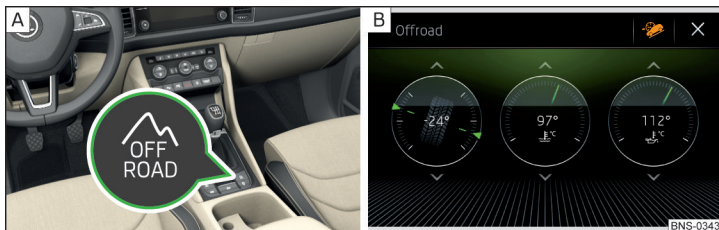

Fig. 264 Bouton Offroad / écran d'Infodivertissement Affichage lors de l'activation
► Pour **activer/désactiver**, appuyez sur le bouton  » fig. 264 - [A].
En cas d'**activation** les voyants du mode Offroad  et de l'assistant à la descente  s'allument sur le tableau de bord. Dans l'écran d'Infodivertissement, l'affichage du mode Offroad apparaît » fig. 264 - [B].